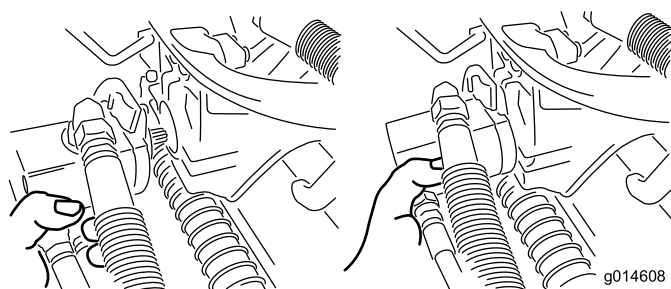

Рисунок 36
3. Переместите электродвигатель на место хранения на передней стороне рычага подвески (Рисунок 36).